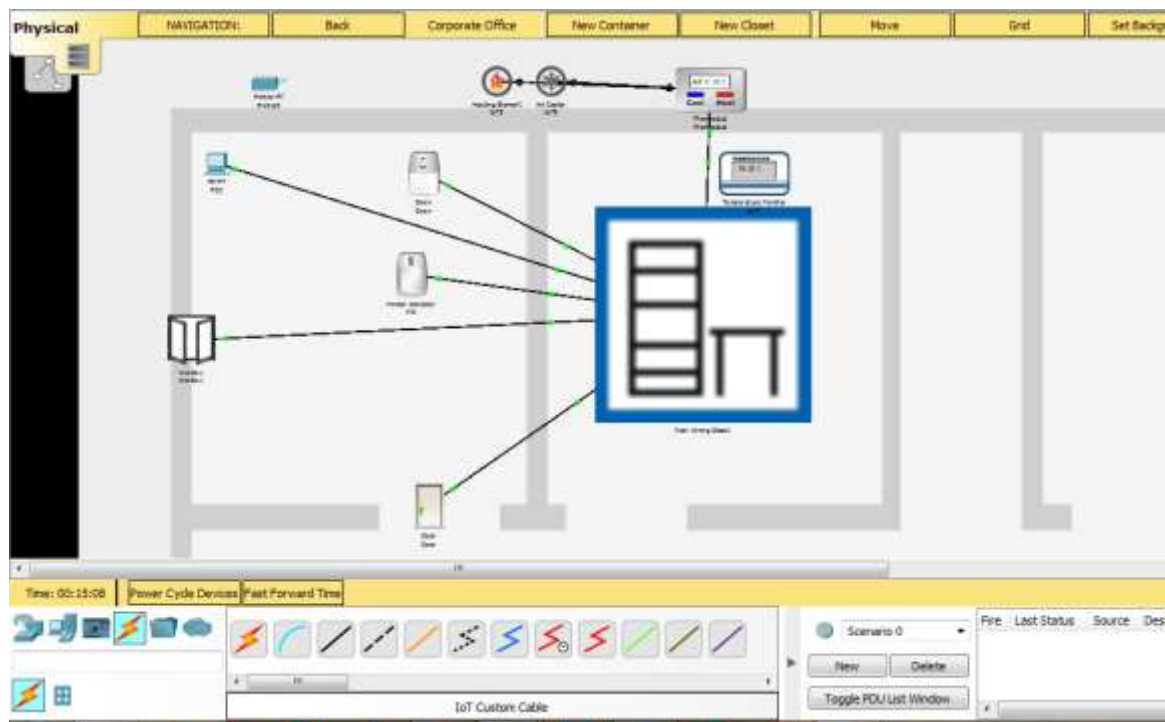

Рисунок 8 – Рівень відображення офісу, комутаційна стійка по центру
10. На рівні відображення офісу безпосередньо видно як з'єднані пристрої між собою та куди під'єднані кабелі передачі даних і як це виглядає фізично на плані будівлі, оскільки все обладнання має бути підключене до обладнання яке в свою чергу розміщується у спеціальних стійках(рис. 8).